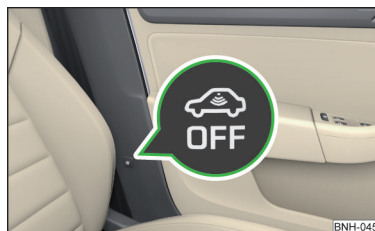

Fig. 35
- ▶ Apăsăți butonul  de pe stâlpul central de pe partea șoferului » fig. 35, în buton se aprinde simbolul .